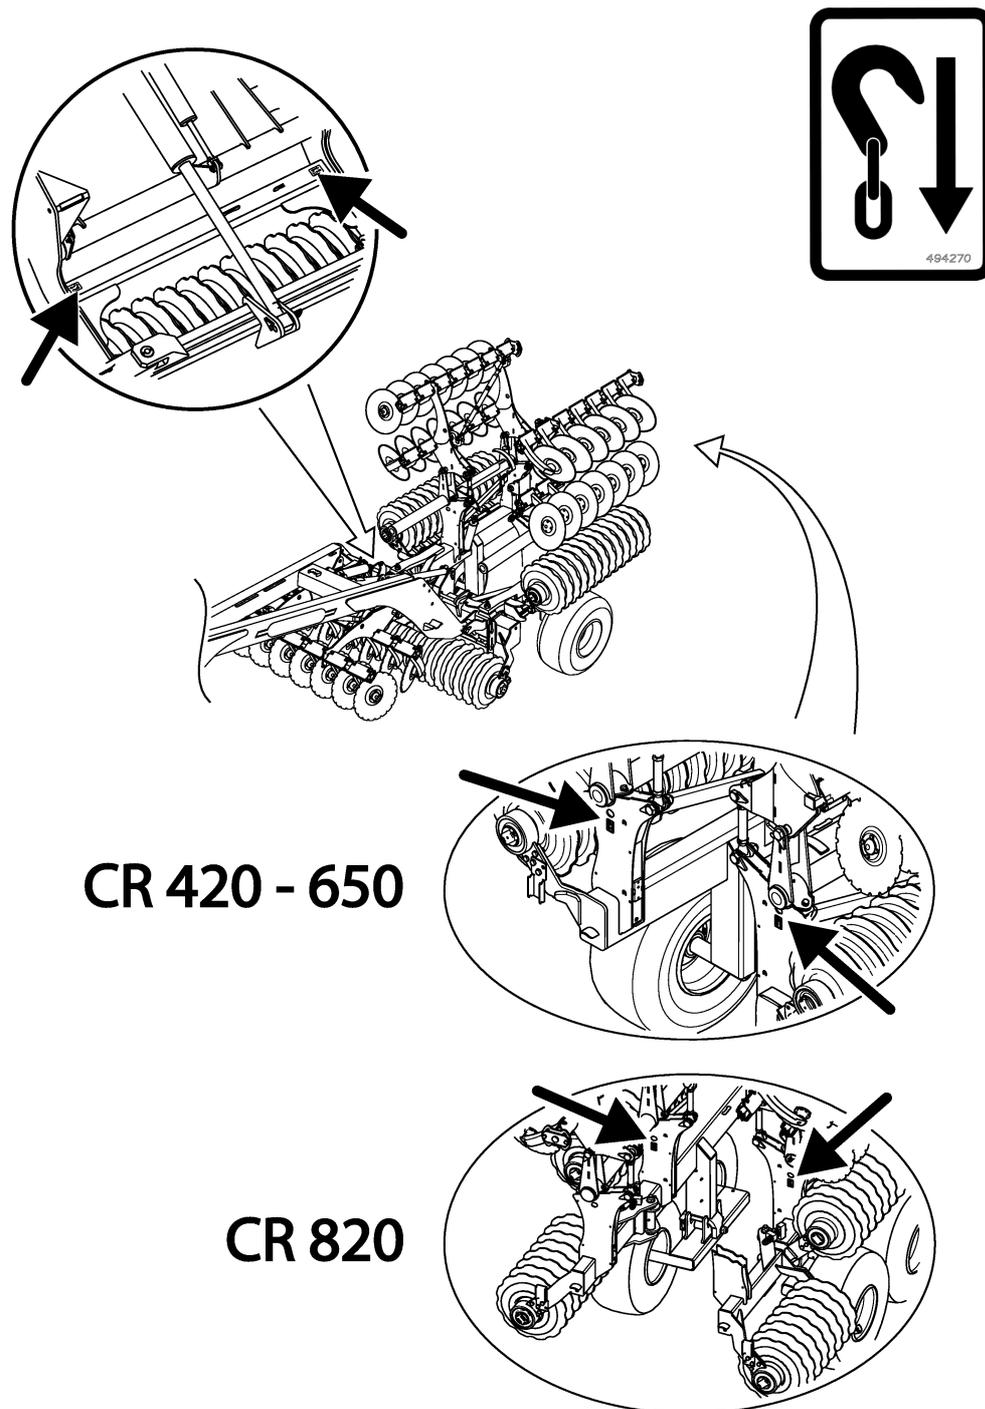

Рисунок 1.19
- 9 Закрепите машину с помощью подходящих крепежных средств в соответствии с действующими правилами. Крепежные средства необходимо прикреплять к машине в местах, обозначенных табличками; см. “Рисунок 1.19 ” на стр. 15.
- 1 Снимите все крепежные средства, смотрите “Рисунок 1.19”.